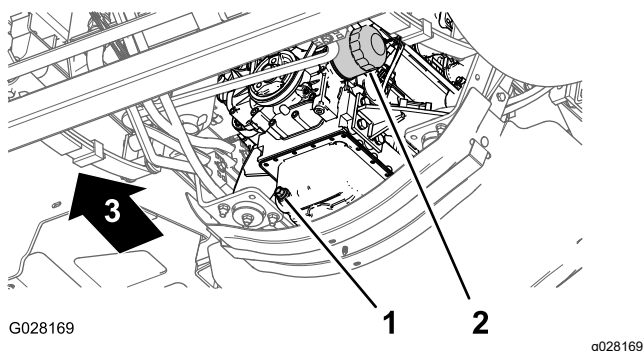

図 112
3. エンジンオイルフィルタの下にオイルを受ける容器をおく図 112。
4. 古いオイルフィルタ図 112を外す。
8. アダプタにフィルタを取り付け、ガスケットがアダプタに当たるまでフィルタを右に回し、そこから更に 1/2 回転増し締めする図 112。
1. ドレンプラグの下にオイルを受ける容器をおく図 112。
2. ドレンプラグ 図 112 を外して排出されるオイルを回収する。